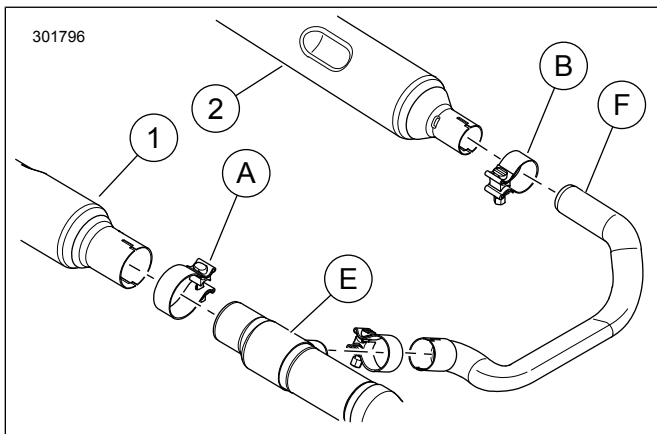

Figure 1. Pince de silencieux avant
2. Consultez Figure 1 . Desserrez la pince de silencieux avant (A ou B).
10. Consultez Figure 1 . Positionnez la pince de silencieux (A ou B) comme indiqué, avec le boulon de la pince à la verticale.